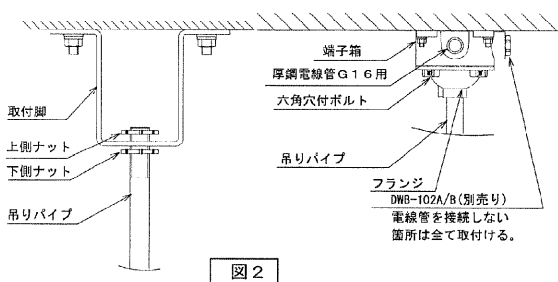
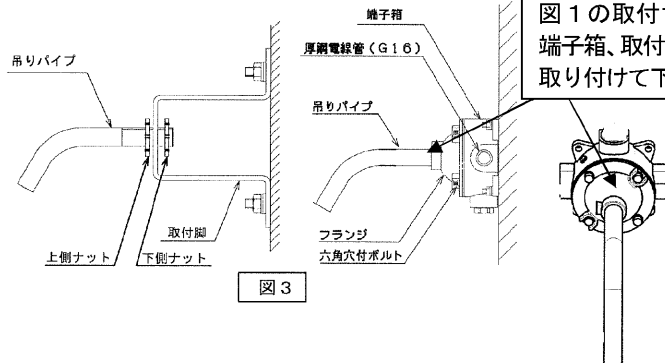

図 2
図 3
4. ブラケットライト器具は本体に対して壁面側に直角に向くように取り付けてください。【図3】
5. 本体Aの吊りパイプの先端から下側ナットを止まるまでねじ込み、吊りパイプを取付け脚の穴に通し、上側ナットをねじ込んで仮止めしてください。【図2】
8. フランジのねじ込みを調整し穴位置をあわせ端子箱に六角穴付ボルトで確実に固定してください。【図2】【図3】